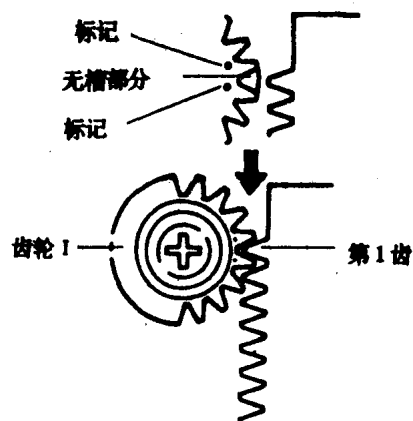

图1-1-5
(2)将托盘Ⅰ的第1齿调到齿轮Ⅰ的无槽位置(两标记齿的中部),插入托盘Ⅰ(如图1-1-5所示)。